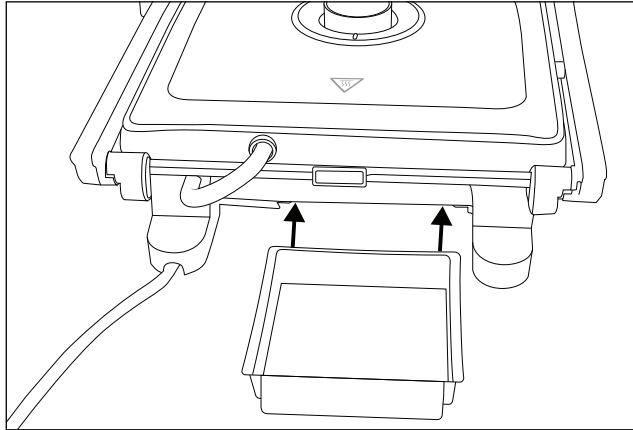

Fig. 1
- 1) Cierre la tapa del aparato asíéndola por el asa ❺.
- 2) Coloque el colector de jugos ❹ en el soporte de la parte posterior del aparato (fig. 1).
- ◆ Cierre el cierre de seguridad ④.
- ◆ La rasqueta de limpieza ⑧ puede guardarse dentro del colector de jugos ⑨. Tras esto, coloque el colector de jugos ⑨ en el soporte de la parte posterior del aparato (fig. 1).